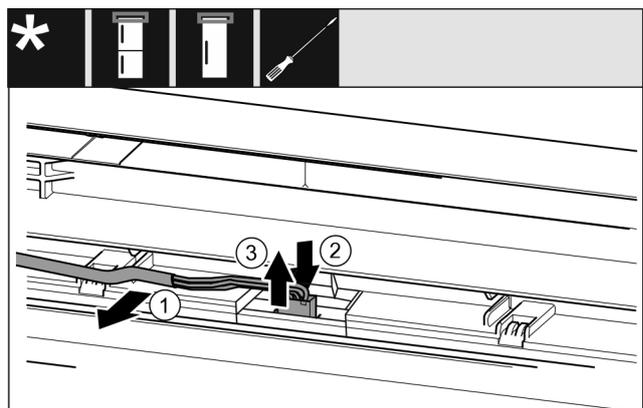

Fig. 7
- ▶ Graues Kabel vorsichtig aus der Führung in der Tür lösen. Fig. 7 (1)
- ▶ Lasche hinter dem Stecker nach hinten drücken. Fig. 7 (2)
- ▶ Stecker vorsichtig nach oben herausziehen. Fig. 7 (3)